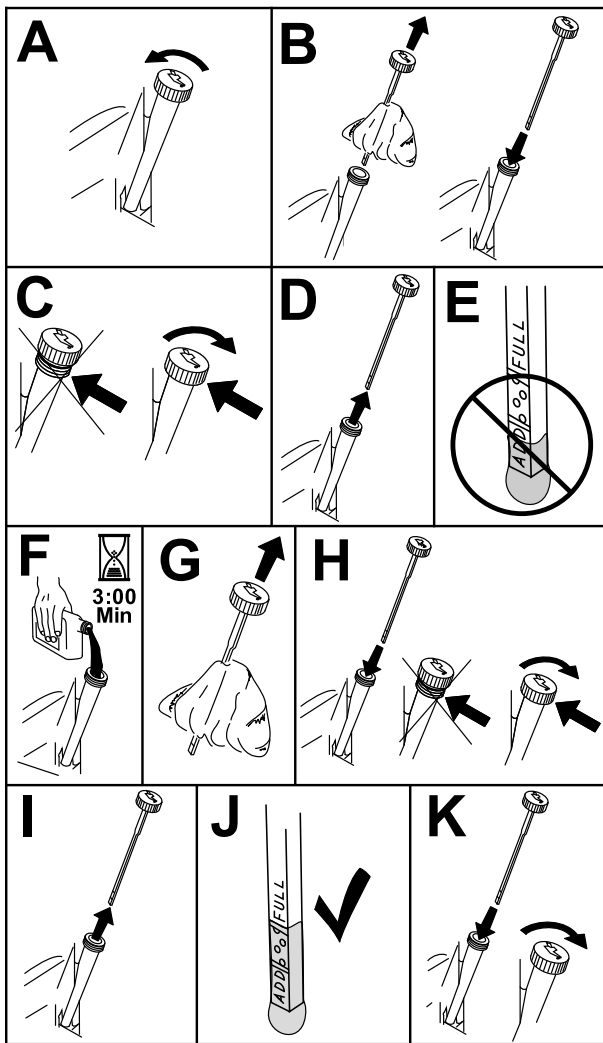

Figura 42
3. Para manter a sujidade, as aparas de relva, etc., fora do motor, limpe a área em torno da tampa de enchimento e vareta antes de a remover (**Figura 42**).